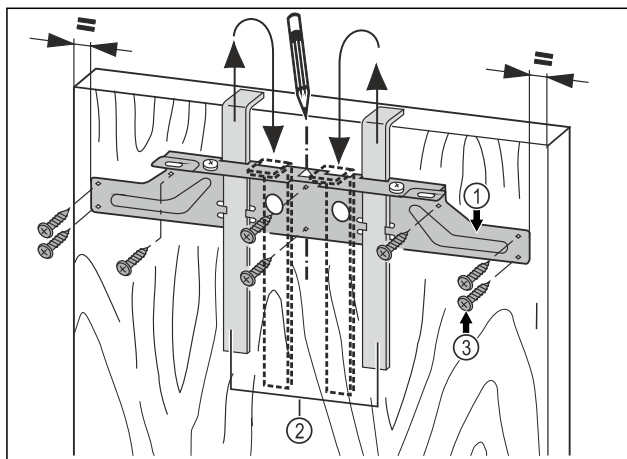

Fig. 45
- Häng upp monteringstraversen Fig. 45 (1) med monteringshjälpmedlen Fig. 45 (2) på möbeldörrens insida.
- Rikta in monteringstraversen Fig. 45 (1) i dörrens mitt.
- Skruva fast monteringstraversen Fig. 45 (1) med minst 6 skruvar Fig. 45 (3).
- Skruva fast monteringstraversen Fig. 45 (1) med minst 4 skruvar Fig. 45 (3) vid kanten.
- Dra ut monteringshjälpmedlen Fig. 45 (2) uppåt, vrid dem och sätt in dem i bredvidliggande öppningar.